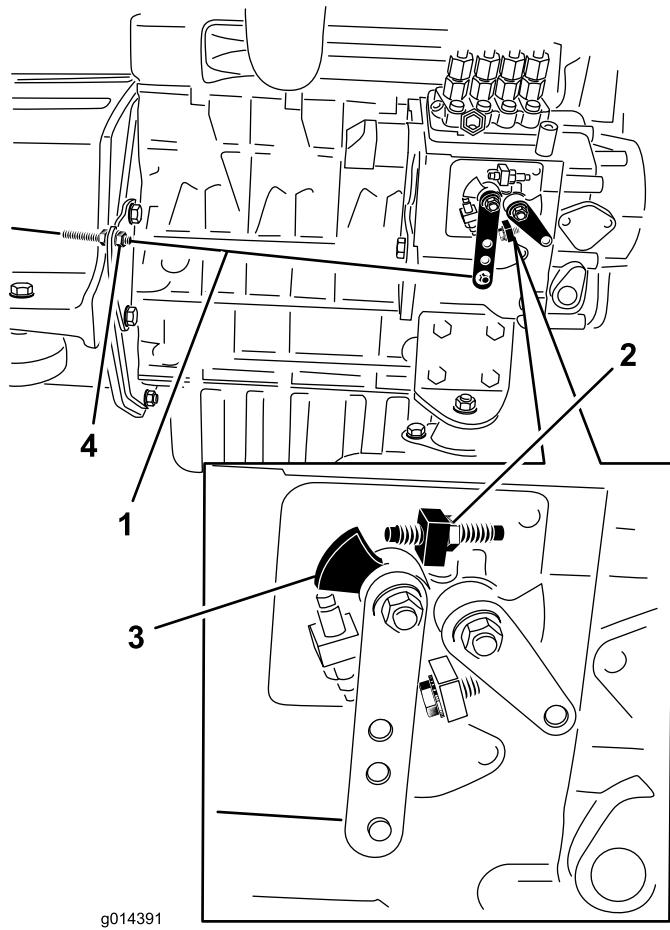

図 46
2. エンジンの燃料噴射ポンプについている速度コントロールレバーの位置を確認する。スロットルコントロール・レバーをFAST位置（ディテント位置）にセットした状態で、速度コントロール・レバーが高速ねじに接触していれば適正（図46）。
3. 必要であれば、スロットル・コントロール・ケーブルのジャム・ナットの位置を調整して、スロットル・コントロール・レバーをFAST位置（ディテント位置）にセットした時に速度コントロール・レバーが高速ねじに接触するようにする（図46）。